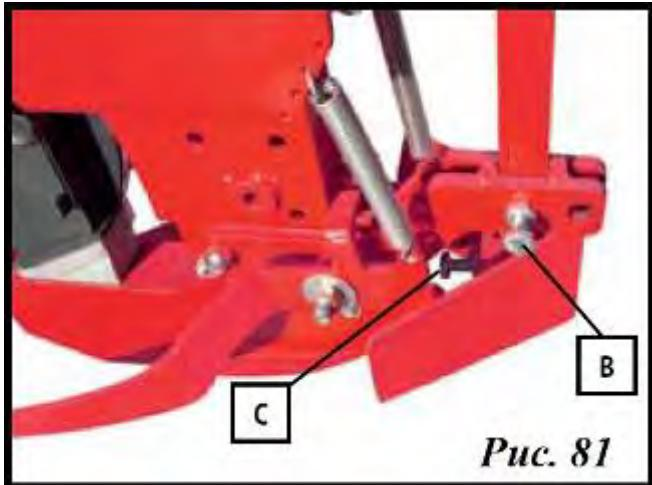

Рис. 81
- 1 - Ослабить болт (B, рис. 81), чтобы освободить анкерный сошник.
- 2 - Установить анкерный сошник на нужный уровень заглубления и зажать болт (B, рис. 81).
- 3 - Ослабить болт (C, рис. 81), чтобы освободить комкоотвод.
- 5 - Затянуть болт (C, рис. 81) чтобы зафиксировать анкерный сошник и комкоотвод.